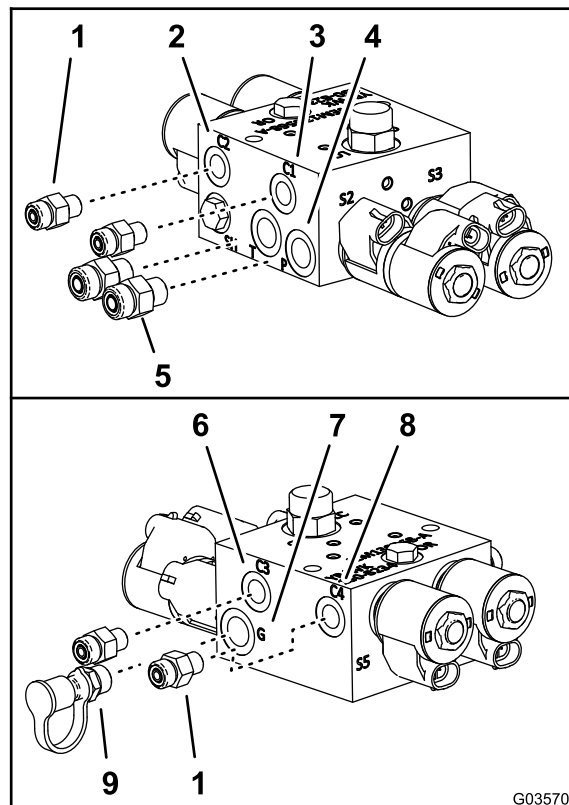

Bild 11
5. Montieren Sie am neuen Hubzylinderverteiler die geraden Hydraulikananschlussstücke (Bild 11), die Sie in Schritt 3 entfernt haben, am Anschluss P und T.
6. Befestigen Sie die vier geraden Hydraulik-Anschlussstücke vom Nivellierungskit für den Ultra Sonic Boom an den Anschlüssen C1, C2, C3 und C4 des neuen Hubzylinderverteilers (Bild 11).
7. Befestigen Sie das Diagnostik-Anschlussstück und die Kappe, die Sie in Schritt 4 entfernt haben, am Anschluss G des neuen Hubzylinderverteilers (Bild 11).